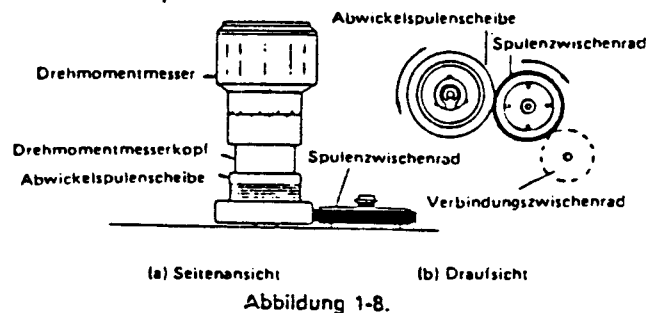

Abbildung 1-8.
• Überprüfung (Siehe Abb. 1-8.)